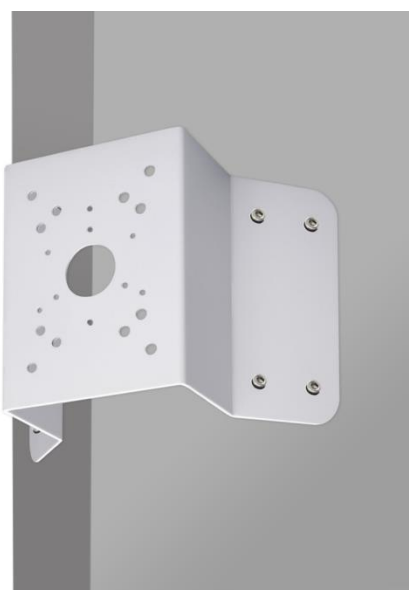

Рисунок 7.5 — Определение точек крепления кронштейна на установочной поверхности
1. Используя угловой кронштейн, отметьте точки крепления на установочной поверхности (Рисунок 7.5) и просверлите 4 отверстия (диаметр 8 мм, глубина не менее 65 мм) в установочной поверхности.